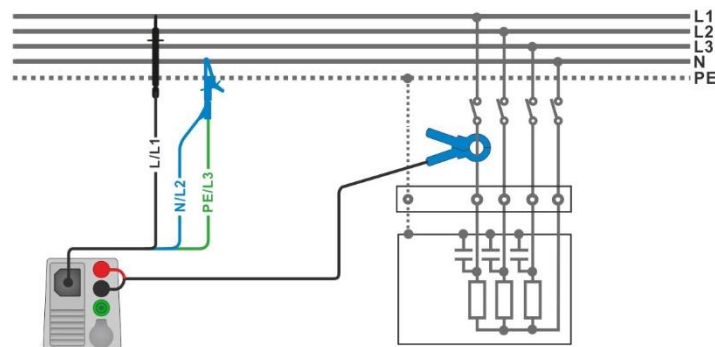

Abbildung 7.81: Leistungsmessung
- › Schließen Sie den 3-Leiter Prüfadapter und die Stromzange am Prüfling an (siehe **Abbildung 7.81**).